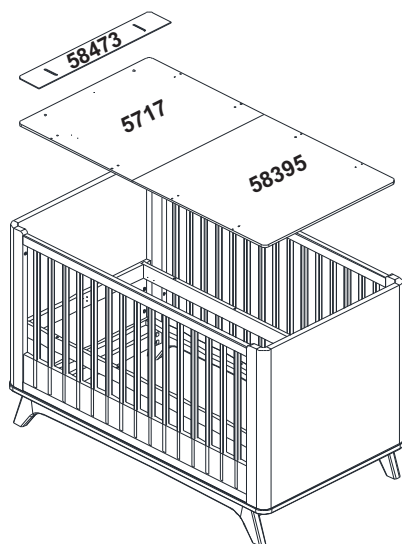

Fig. 01
4. Encaixe novamente as barras de estrado (58384) nas travessas (58396). Fig. 01